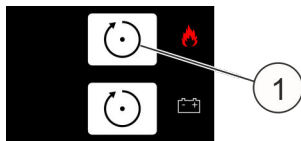

Abb. 20: [Reset]-Taste
30. ▶ Alarm mit der oberen [Reset]-Taste (Abb. 20/1) zurücksetzen.